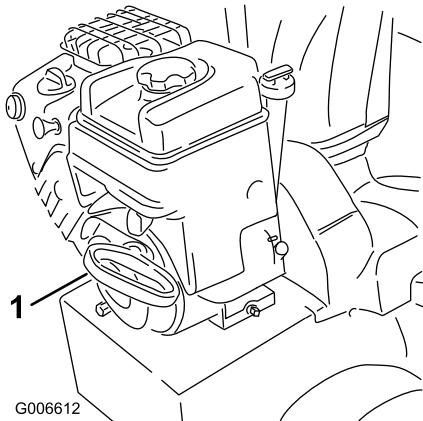

Figure 23
7. Tirez la poignée du lanceur (Figure 23).